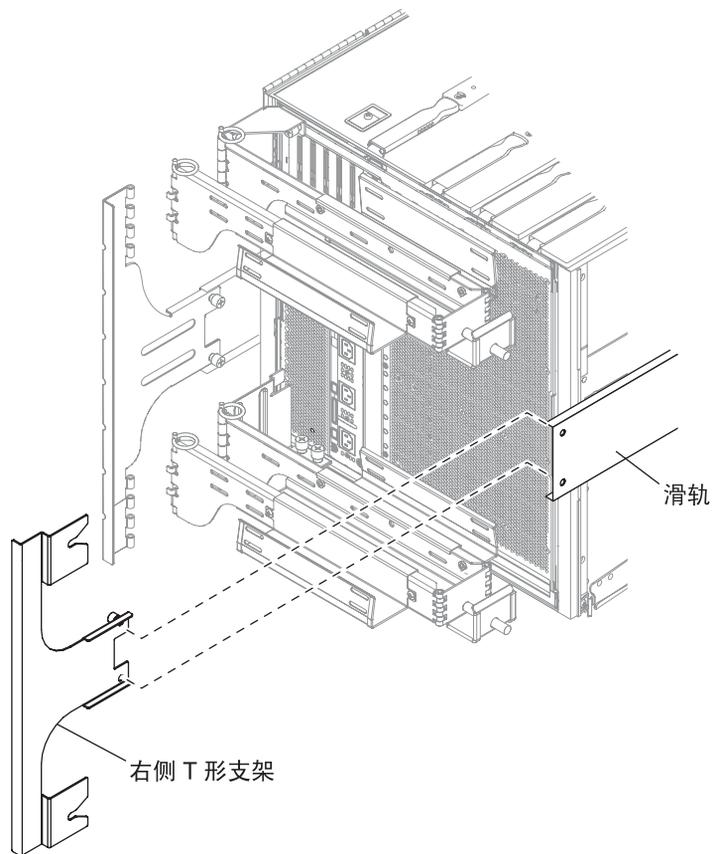

图 1-24 安装右侧 T 形支架
7. 使用两颗自持螺丝将右侧 T 形支架固定到右侧滑轨（图 1-24）。